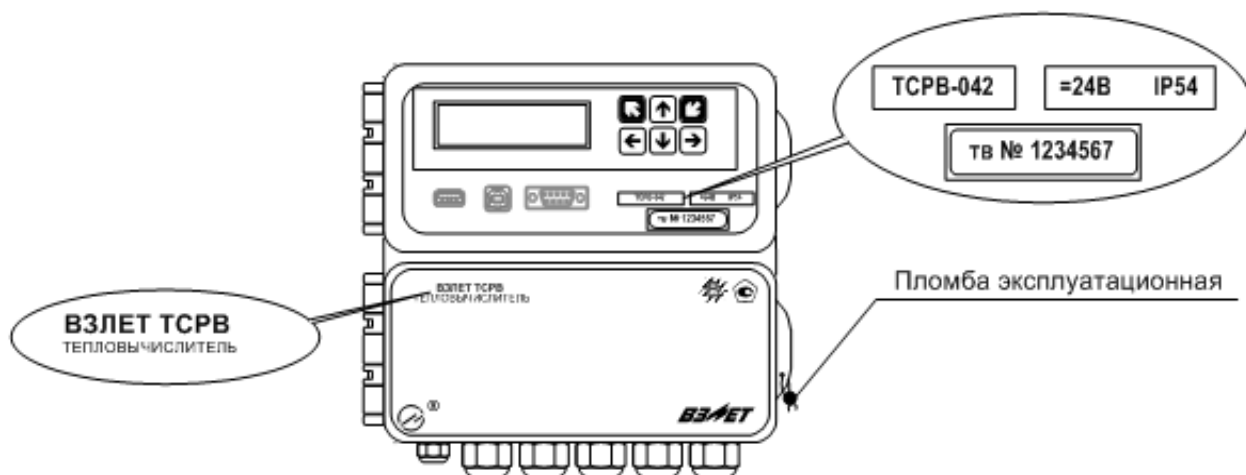

Рис.3. Вид и размещение маркировки и возможных мест пломбирования корпуса ТВ.
1.7.1. Маркировка на лицевой панели верхнего и нижнего отсека ТВ (рис.3) содержит:
- 1.7.4. Для защиты от несанкционированного доступа при транспортировке, хранении и эксплуатации может пломбироваться проушина на крышке нижнего отсека (рис.3).